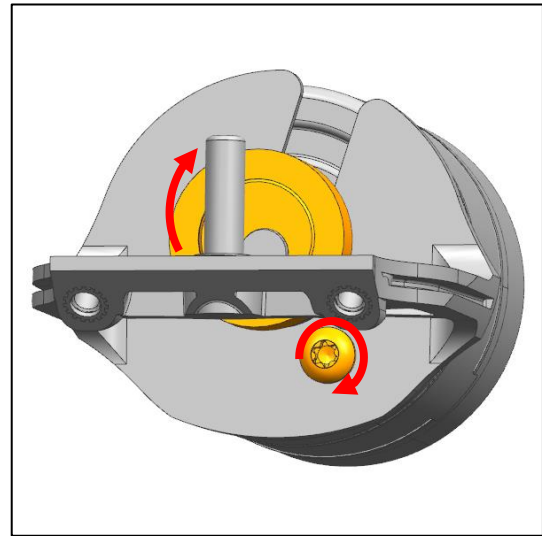

Abb. 31
- d) Drehen sie den Exzenter um 180 Grad um die zweite Schraube mit 0,7Nm fest zuschrauben (Abb. 31).